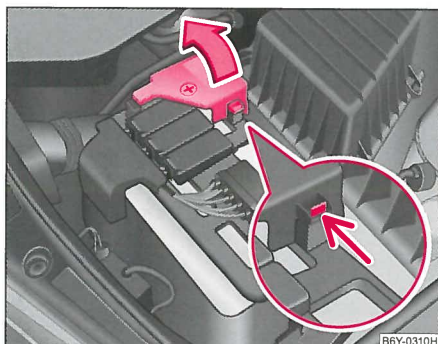

Fig. 169 Batteri:
- Åbn pluspolafdækning ⇒ fig. 169 eller batteriafdækningen ⇒ side 193.